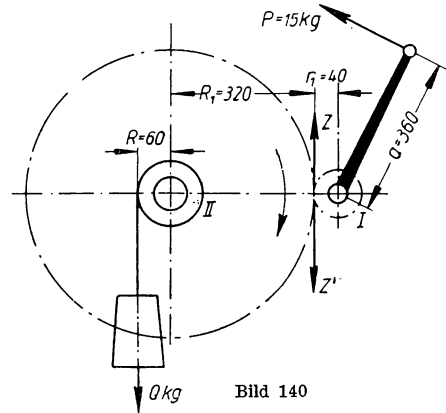

Bild 140
274. Bei der Winde mit Rädervorgelege nach Bild 140 dreht ein Arbeiter mit 15 kg Kraft an der 360 mm langen Kurbel. a) Wie groß ist bei Vernachlässigung der Reibung der zwischen den Rädern auftretende Zahndruck  $Z$  und b) die zu hebende Last  $Q$ ? c) Welche Beziehung besteht allgemein zwischen Antriebsmoment und Lastmoment? d) Wie verhält sich bei reibungslosem Betriebe die an der Kurbel aufgewandte Arbeit zu der an der Last verrichteten Nutzarbeit? e) Welchen Zweck hat das Rädervorgelege? f) Welche Beziehung besteht zwischen Antriebsmoment und Lastmoment, wenn die Reibungsverluste der Winde durch Einführung eines Gesamtwirkungsgrades  $\eta = 0,84$  berücksichtigt werden? g) Wie groß ist die zu hebende Last bei Berücksichtigung der Reibungsverluste?
**Lösung: a)** Der Zahndruck zwischen den Rädern wirkt nach dem Gesetze der Gegenwirkung (Aufg. 249) in zwei entgegengesetzten Richtungen in gleicher Größe, nämlich an dem kleinen Rade als hemmende Kraft  $Z$  nach oben (Bild 140), dagegen an dem großen Rade als treibende Kraft  $Z'$  nach unten. Gleichung der statischen Momente für die Kurbelwelle  $I$ :